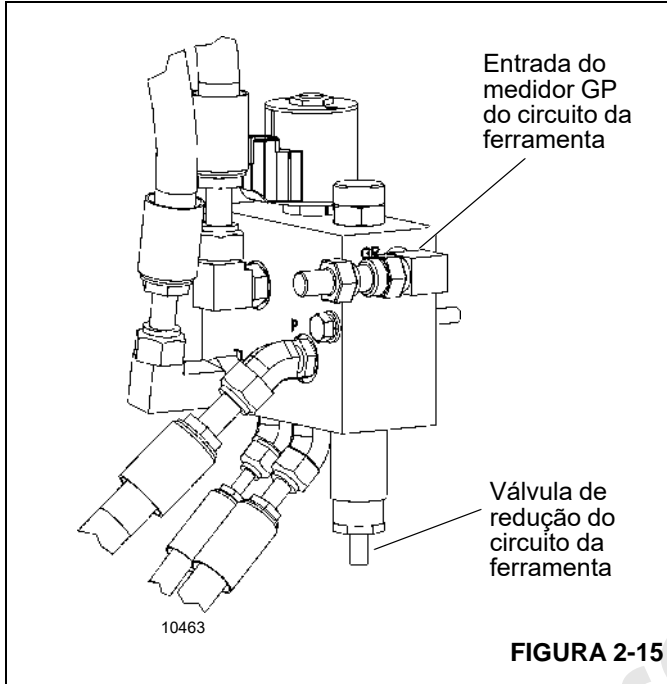

FIGURA 2-15
O circuito da ferramenta possui uma única válvula de redução no coletor do circuito da ferramenta com um ajuste de 124 bar (1800 psi) (Figura 2-15 e Tabela 2-3).
1. Instale um manômetro de mínimo de 345 bar (5000 psi) na entrada do medidor GP na válvula do circuito da ferramenta (Figura 2-15).